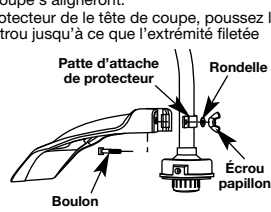

Fig. 7
2. De l'intérieur du protecteur de la tête de coupe, poussez le bouchon carré dans le trou jusqu'à ce que l'extrémité fileté dépasse de la patte d'attache de l'écran (Fig. 7).
AVERTISSEMENT : évitez tout démarrage accidentel. Tenez-vous en position de démarrage lorsque vous tirez sur la corde de démarrage (Fig. 7). L'opérateur et l'appareil doivent tous deux être en position stable pour éviter des blessures graves.